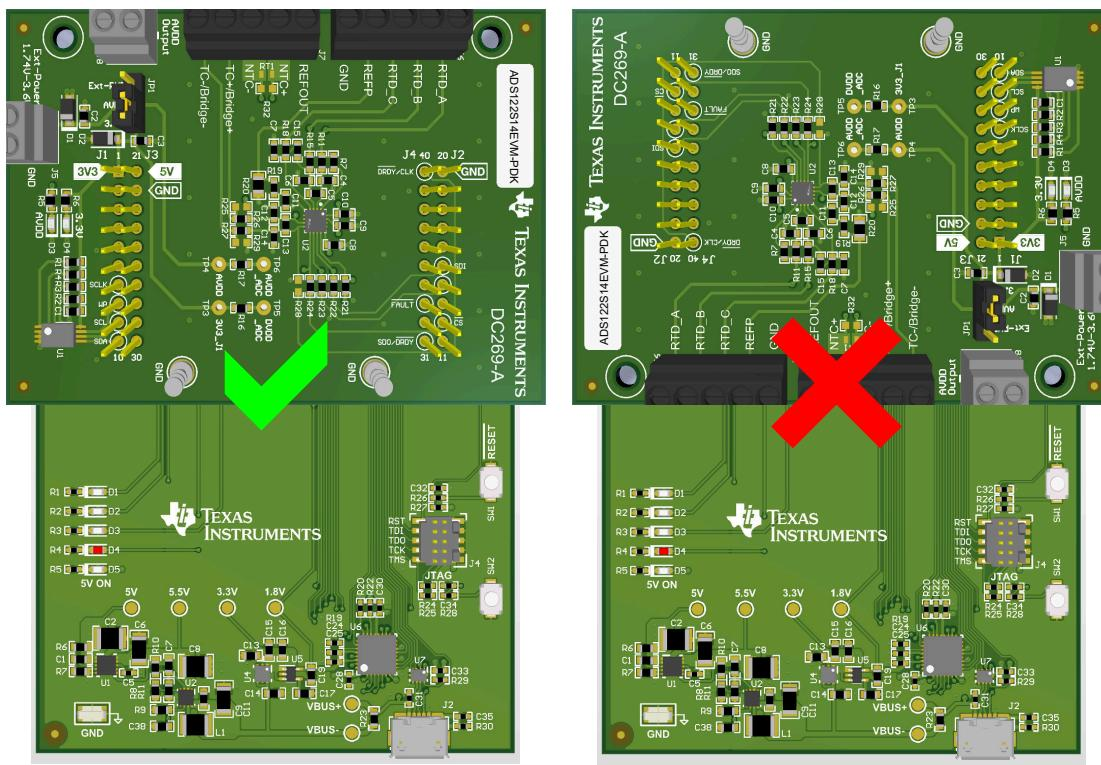

図 1-2. DC269A と PAMB コントローラ カードの接続
2. PAMB コントローラ カードと ADS122S14EVM がまだ組み立てられていない場合は、図 1-2 の左側の図に示すように、ADS122S14EVM を PAMB コントローラ カードに接続します。